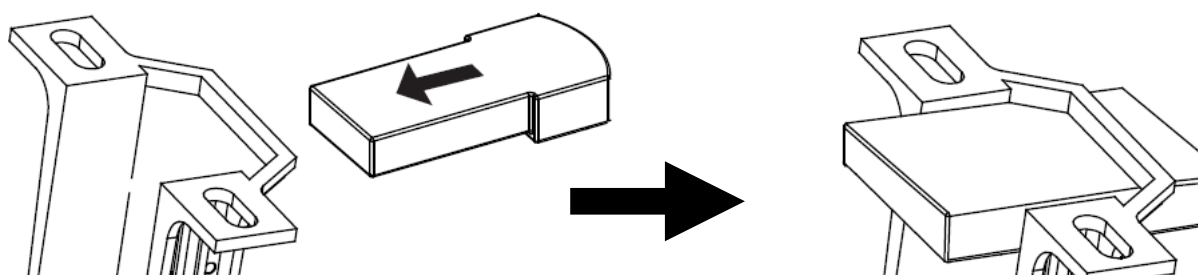

Abb. 9
- Stecken Sie den Fernbedienungsempfänger vorsichtig über der Kugelaufhängung in den Zwischenraum in der Montagehalterung. Achten Sie darauf, keines der Kabel zu beschädigen oder zu lösen (Kennzeichnung 5 und Abb. 9).